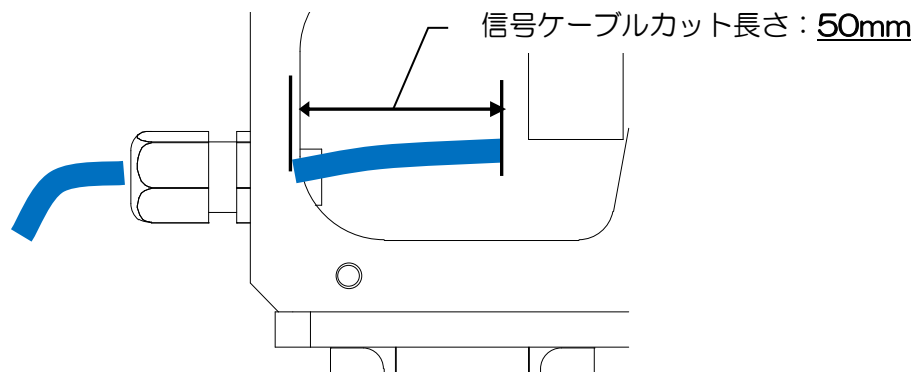

図 13. 信号ケーブル長さ出し
- ③ 信号ケーブルをケーブルグランドに通し、給電ケーブルを基準にして長さを調節し、ハウジングから 50mm の長さの位置でカットします。(図 13 参照)